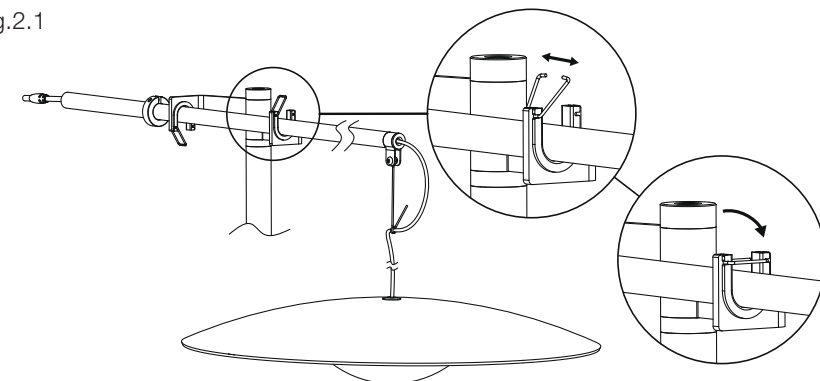

Fig.2.3
2.3. Fasten the arm in place by means of the wire ties (I) as shown in Fig. 2.3.
2.3. Fixer le bras à l'aide des verrous (I) comme indiqué à la figure 2.3.
2.3. Sichern Sie den Arm mit den Drahtbindern, so wie es auf Abbildung 2.3 beschrieben wird.